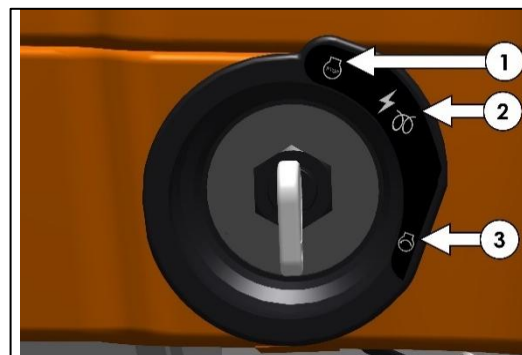

Fig. 123 – STARTSCHAKELAAR
- De tractor start met de sleutel in stand 3 in Fig. 123.
- Wanneer de motor draait, staat de sleutel in stand 2 in Fig. 123.
- Zorg dat de contactsleutel in stand 1 staat (zie Fig. 123) voordat u de tractor verlaat, zodat het elektrische systeem wordt uitgeschakeld.